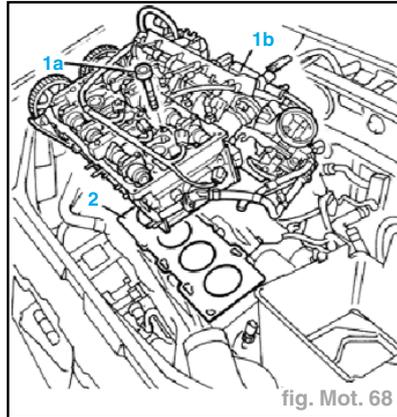

fig. Mot. 68
- Désolidariser de la culasse le tuyau rigide de remplissage de la pompe à eau (2).
- Dévisser les vis (1a) et déposer la culasse (1b) ainsi que le collecteur d'admission (fig. Mot. 68).
- Retirer le joint de culasse (2).